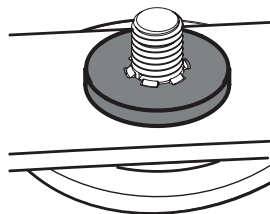

Figura 64
2. Con cuidado coloque la arandela plana en el eje del husillo. Asegúrese de que las ranuras en la base de las roscas del eje de husillo se alinean con las ranuras de la arandela (Figura 64).